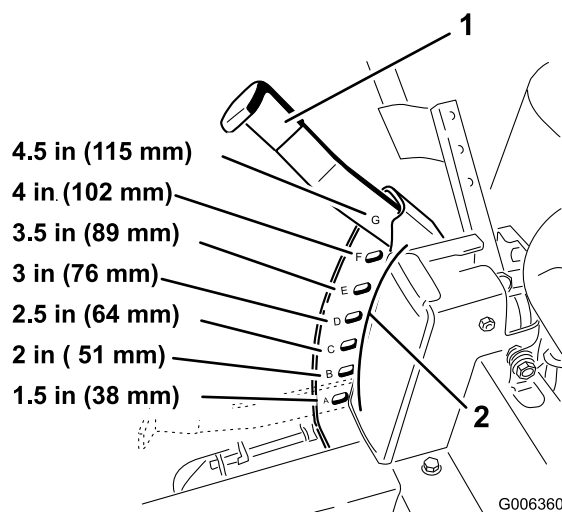

Bild 17
3. Heben Sie den Schnitthöhenhebel in die Transportstellung (Schnitthöheneinstellung von **G** (auch 115 mm) (Bild 17).